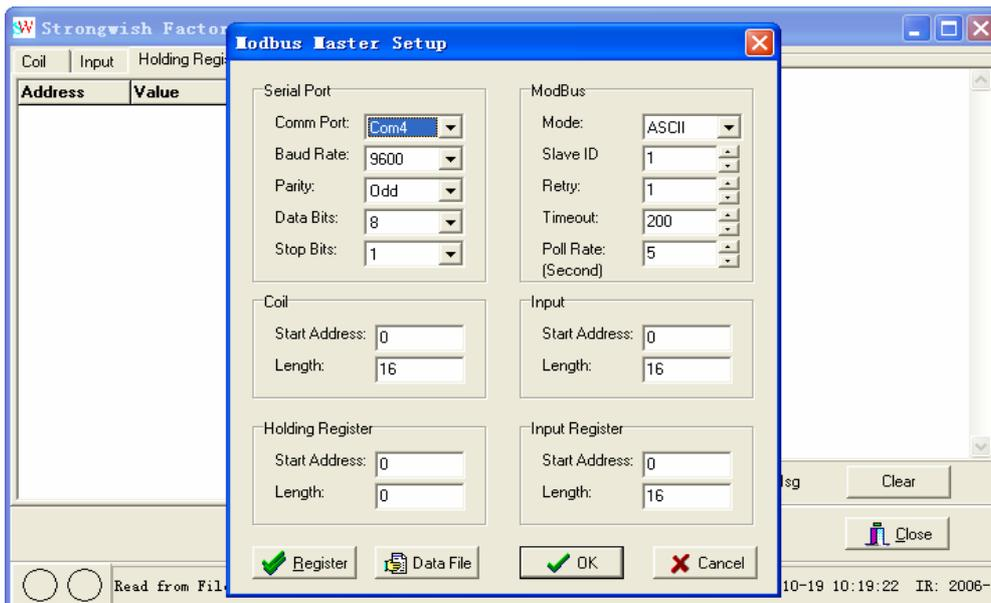

图 6-2 Setup 设置界面
2. 选择数据类型为“Input Register”，点击“set up”，弹出如图 6-2 所示界面。